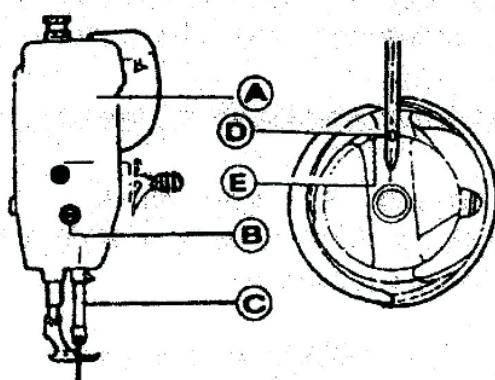

图2
2. 机针与旋梭的同步调整：(见图2) 卸下机头护板A，转动缝纫头上轮，使针